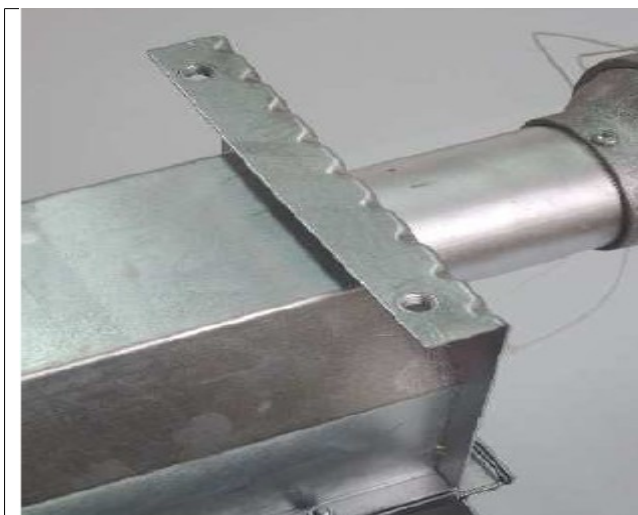

Рис. 1
- Цепью с креплением типа S для монтажа под потолком (Рис. 1).